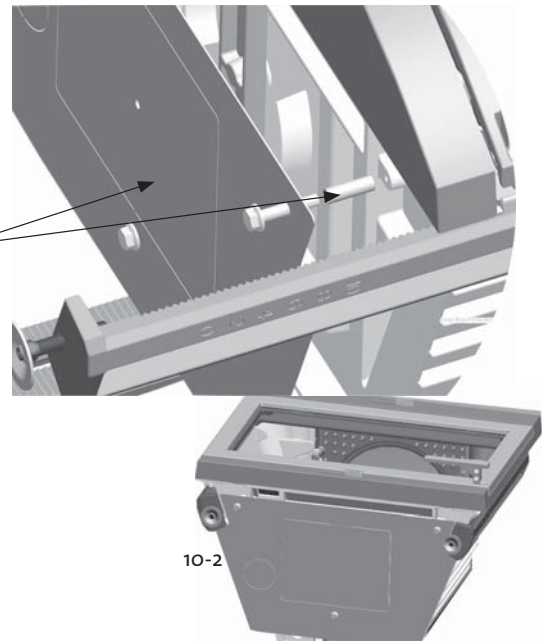

Fig. 11
10. Plaats de verbrandingskamer op de stenen voor hoogteafstelling (**Fig. 11**). Zorg ervoor dat de verbrandingskamer stabiel is geplaatst.